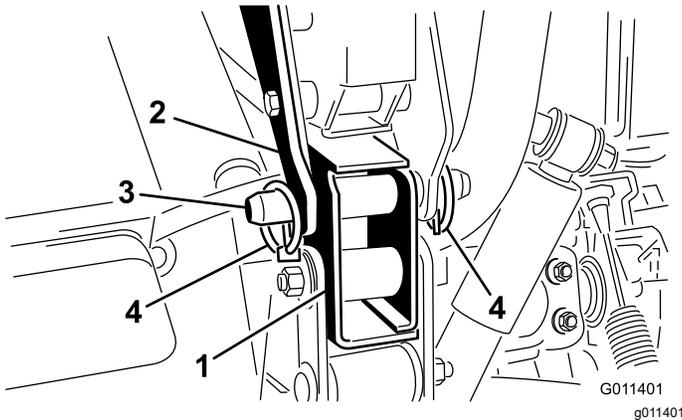

図 9
- クレビスピン1本とリンチピン2本を使用して、後部取り付けブラケットをワークマンのフレームに固定する 図 9。